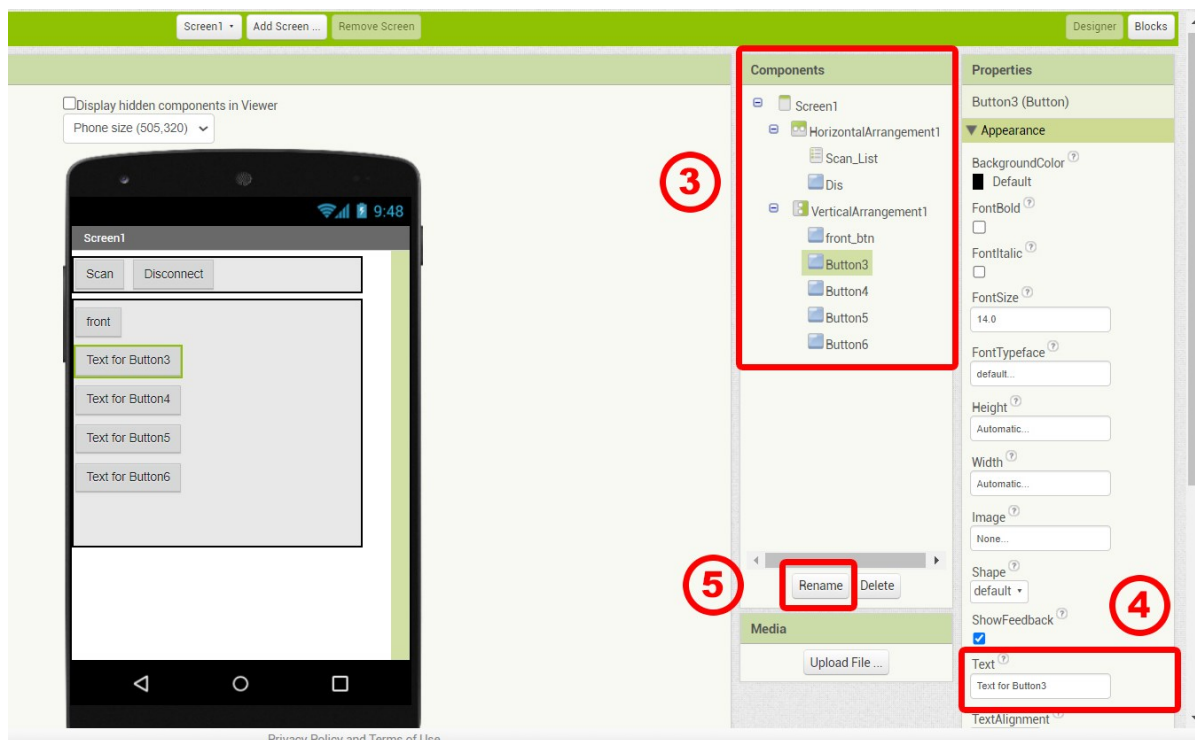
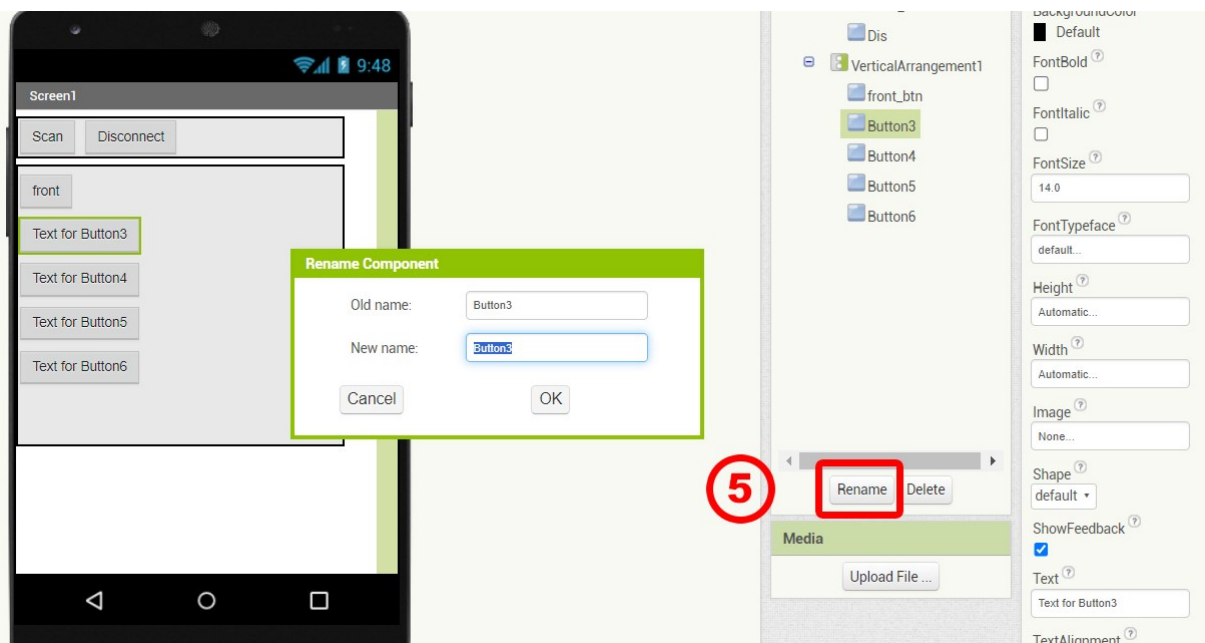

Figure 5 : Modification des noms des boutons
Figure 6 : Renommer le composant Bouton
Afin d'optimiser l'aspect de notre interface, nous pouvons modifier le nom de chaque bouton via l'onglet "Texte" (4) situé dans le menu "Propriétés". Pour cela, il faut sélectionner l'élément correspondant dans la liste "Composants" (3) (le bouton 3 dans notre exemple) et changer le nom manuellement (Figure 5).
Une autre bonne pratique consiste à changer le nom des boutons. Cela facilitera également la phase de codage ultérieure. Vous pouvez le faire en cliquant sur le bouton "Renommer" (5), et en insérant le nouveau nom dans la zone de texte "Nouveau nom" située dans le menu contextuel (Figure 5, Figure 6).